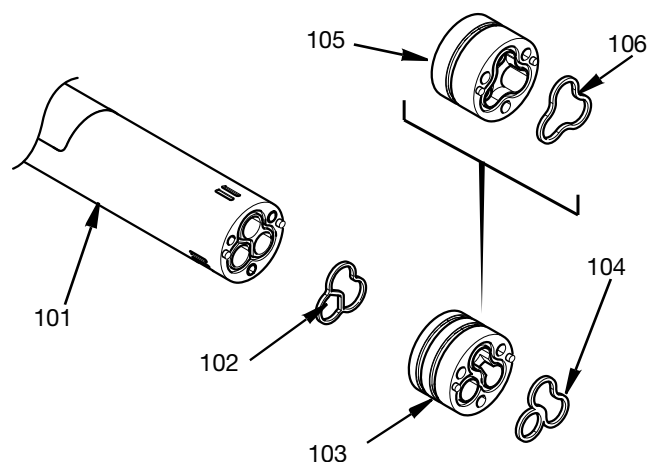

FIG. 13
5. V případě potřeby vyjměte jedno dolní těsnění materiálu (106) nebo dvě dolní těsnění materiálu (104). Nyní lze vyjmout jeden adaptér materiálu (105) nebo dva adaptéry materiálu (103) a těsnění adaptéru (102). Viz Fig. 13.